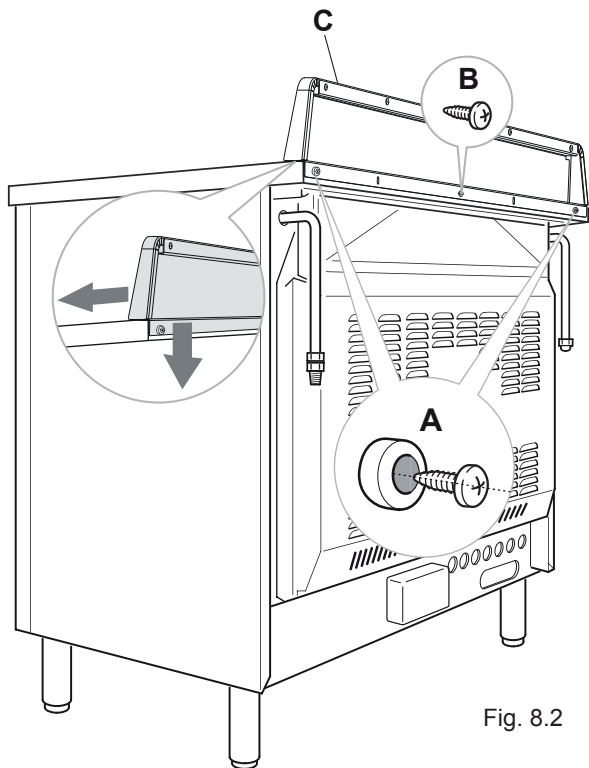

Fig. 8.2
Avant d'installer la cuisinière, assembler la protection arrière "C" (fig. 8.2).
- Enlever les entretoises "A" (fig. 8.2) en devissant la vis de fixation.